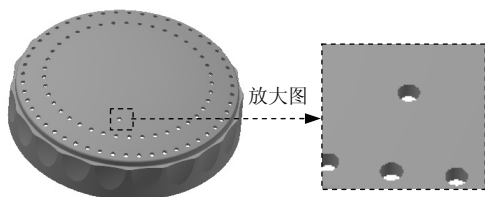
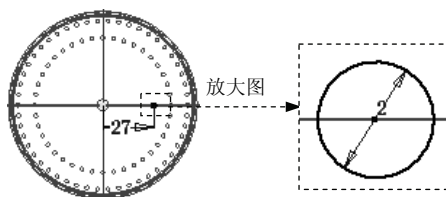

图 7.16 拉伸 3
图 7.17 截面草图
(1) 选择命令。在 **阵列** 区域中单击 按钮。
(2) 选择要阵列的特征。在图形区中选取拉伸特征 2（或在浏览器中选择“拉伸 2”特征）。
(3) 定义阵列参数。
① 定义阵列轴。在“环形阵列”对话框中单击 按钮，然后在浏览器中选取“Y 轴”为环形阵列轴。
② 定义阵列实例数。在 **放置** 区域的 按钮后的文本框中输入数值 40。
③ 定义阵列角度。在 **放置** 区域的 按钮后的文本框中输入数值 360.0。
(4) 单击 **确定** 按钮，完成环形阵列的创建。
Step 14 创建图 7.16 所示的拉伸特征 3。
(1) 选择命令。在 **创建** 区域中单击 按钮，系统弹出“创建拉伸”对话框。
(2) 定义特征的截面草图。单击“创建拉伸”对话框中的 **创建二维草图** 按钮，选取 XZ 平面作为草图平面，进入草绘环境。绘制图 7.17 所示的截面草图，单击 按钮。